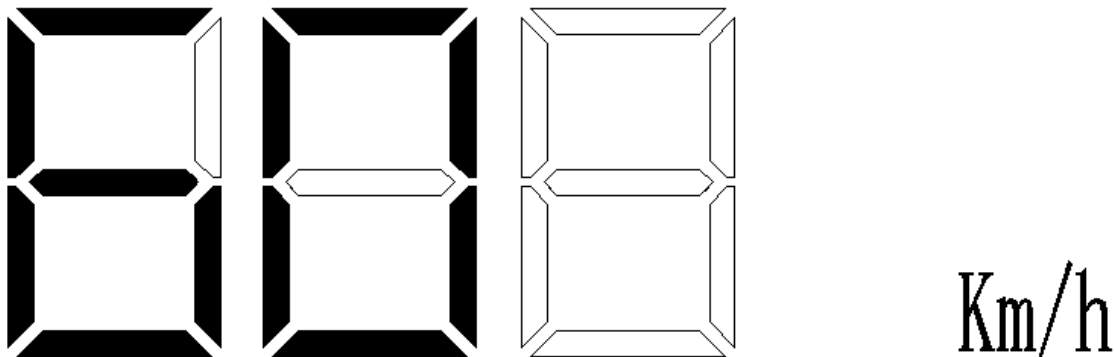

Figura 11
2.1.4 Informatii despre viteza: (Figura 11)